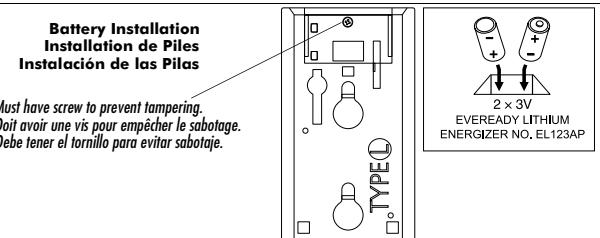

Fig.3
Remove the motion detector from its mounting plate by holding the sensor by its sides and pushing up. Remove the battery cover (see Figure 3). Install two fresh Energizer Lithium EL123AP batteries. Place the battery cover back on. **NOTE: Secure the battery cover with the small screw provided.** Replace the sensor on its mounting plate, making sure it snaps into place. After all the batteries are installed, the detector will take 60 seconds to warm up. During this time the LED will flash slowly.
**NOTE: The polarity of the batteries must be observed (Figure3). Improper handling of lithium batteries may result in heat generation, explosion or fire, which may lead to personal injuries.**
#### Installation des piles (Fig.3)
Retirez le détecteur de mouvement de sa plaque de montage en tenant le détecteur par les côtés et en soulevant. Retirez le couvercle de la pile (Fig.3). Installez deux piles Energizer Lithium EL123AP neuves. Replacez le couvercle de la pile. **NOTE: Fixez le couvercle de la pile avec la petite vis fournie.** Replacez ensuite le détecteur sur sa plaque de montage, en vous assurant qu'il repend bien sa place.
#### Instalación de las pilas (Fig.3)
Refijar la tapa de la batería (Fig3). Instalar dos pilas Energizer Lithium EL123AP nuevas. Ponga de nuevo la tapa de la batería. **NOTA: Asegure la tapa de la batería con el tornillo pequeño provisto.** Volver a colocar el sensor en la placa de montaje fijándolo con un golpe seco. Después de haber instalado las baterías, el detector necesita 60 segundos para empezar a funcionar. Durante este tiempo, el LED parpadea lentamente.